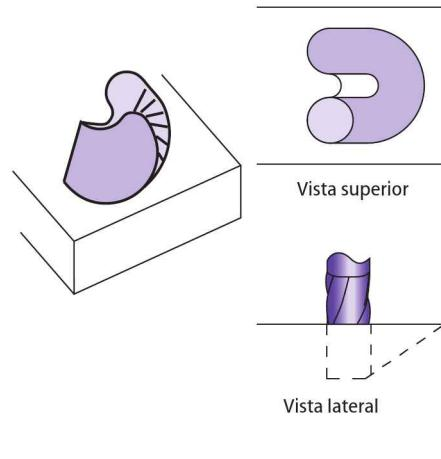

Figura 1-49 Qual tipo de controle CNC pode produzir uma espiral em rampa, 2D, 2½D ou 3D?
4. O movimento mostrado na Figura 1-49 é chamado de *mergulho espiral em rampa* ou de *rampa em espiral*. Ele é utilizado em fresagem com CNC para mergulhar em uma peça e iniciar a fresagem de um bolsão. Qual tipo de controle é necessário para realizar tal movimento? Referindo-se às suas habilidades manuais com máquinas de fresagem, por que o movimento ilustrado seria superior ao de mergulho reto e ao de rampa linear? Essa é uma questão de reflexão crítica não contemplada diretamente no texto.